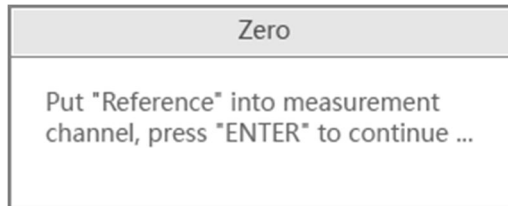

図 6-7 ゼロ校正
2. 図 6-7 のメッセージに従い、基準サンプルが入ったセルを光路に置き、試料室カバーを閉じ、<ENTER>キーを押すことによって、ゼロ校正を行います。